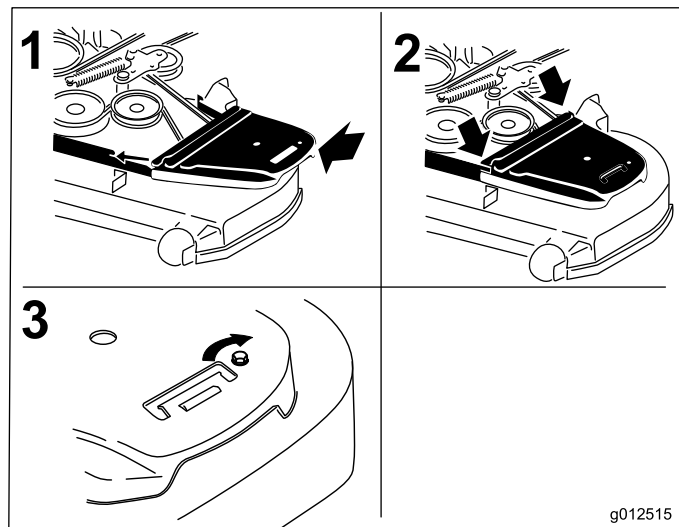

Figura 74
12. Montate i paracinghia e i relativi bulloni (Figura 74).